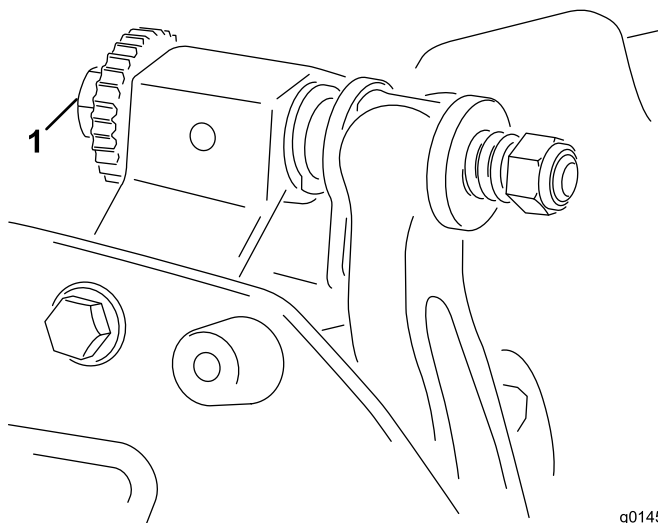

図 4
1. ユニットを水平で平らな作業台の上に置く。ベッド・バー調整ネジを左に回して、リールと下刃の接触を完全になくす（図 4）。